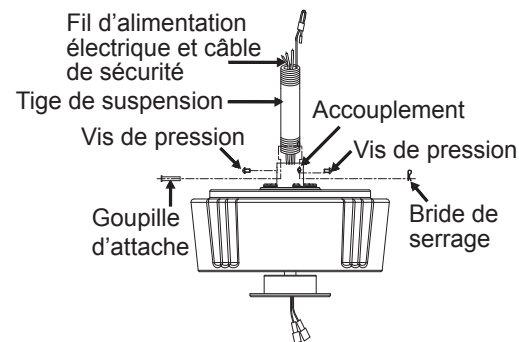

Fig. 9
**Étape 6.** Desserrez les deux vis de pression et retirez la goupille d'attache et la bride de serrage de l'accouplement sur le dessus du moteur. (Fig. 9)
Ensuite, remettez la goupille d'attache et la bride de serrage en place. Serrez les deux vis de pression. (Fig. 9)